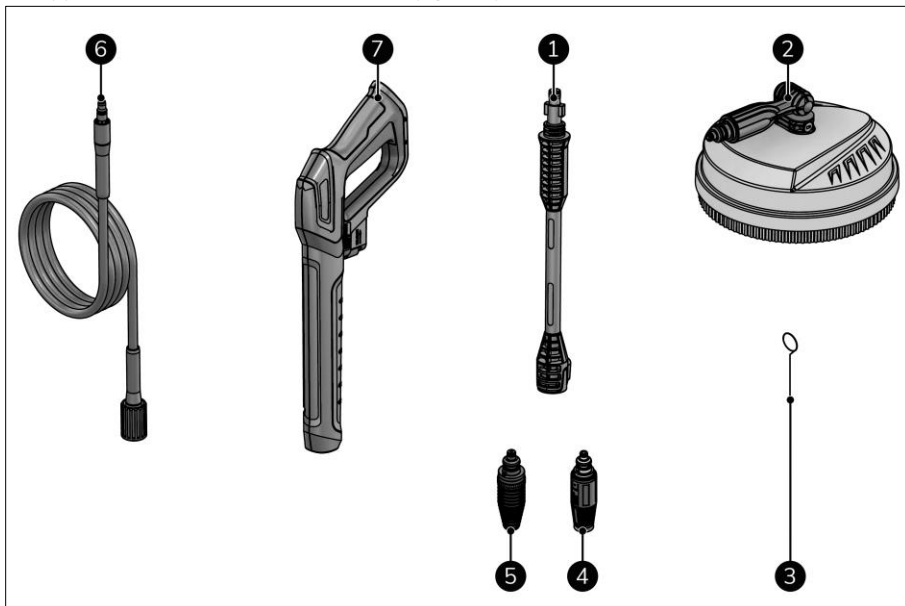

Figure 5
Cet appareil inclut les accessoires suivants (figure 5) :
1. Tenez le pistolet à jet (figure 5, pos. 7) à deux mains.
2. Placez le nettoyeur de sol (figure 5, pos. 2) sur la surface à nettoyer.